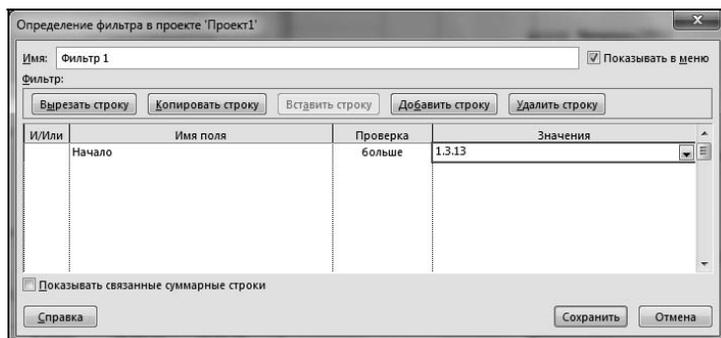

Рис. 4.43. Пример окна создания фильтра
2. В открывшемся после этого окне (рис. 4.43) задать уникальное имя нового фильтра в одноименном поле.
2. В диалоговом окне (см. рис. 4.43) при помощи действий, аналогичных описанным в пп. 4–9 *алгоритма 4.31*, отредактировать фильтр.